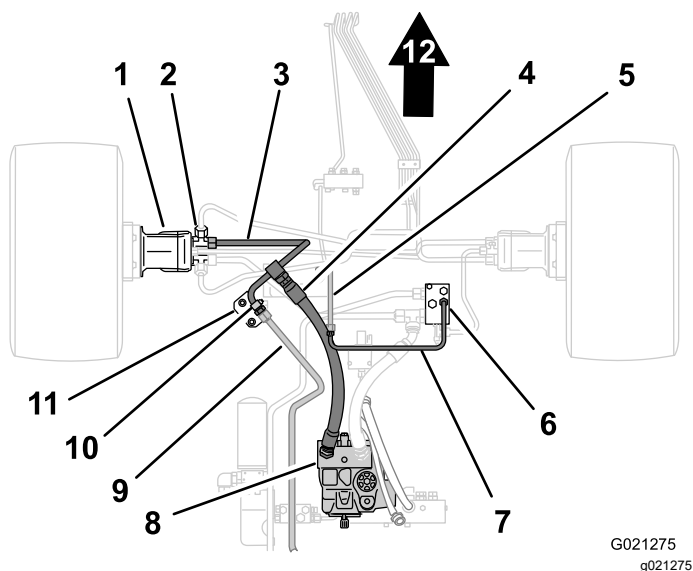
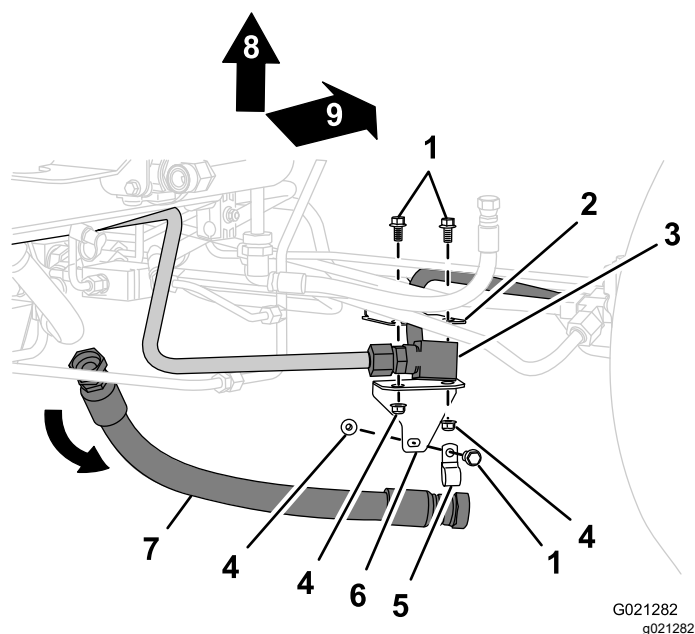

图 2
图 3
1. 在压力软管的前端下方放一个放油盘**图 2**。
2. 从分流器管内的接头卸下压力软管的前端将液压油从软管和管道中排出图 3。
3. 从液压泵中的接头卸下压力软管的后端然后取下压力软管参见图 2和图 3。
2. 从后牵引歧管中的接头卸下十字管的管螺母图 2或图 3。
3. 从十字管中的接头卸下滤管的管螺母然后取下十字管图 2或图 3。
1. 卸下将分流器管固定至管道支架的螺栓和螺母然后取下夹具图 3或图 2。
2. 卸下将管道支架固定到底盘支架的 2 个螺栓和 2 个螺母图 3或图 2。
2. 从左前牵引马达的 T 形接头卸下分流器管的管螺母然后从机器中取出管道图 2或图 3。